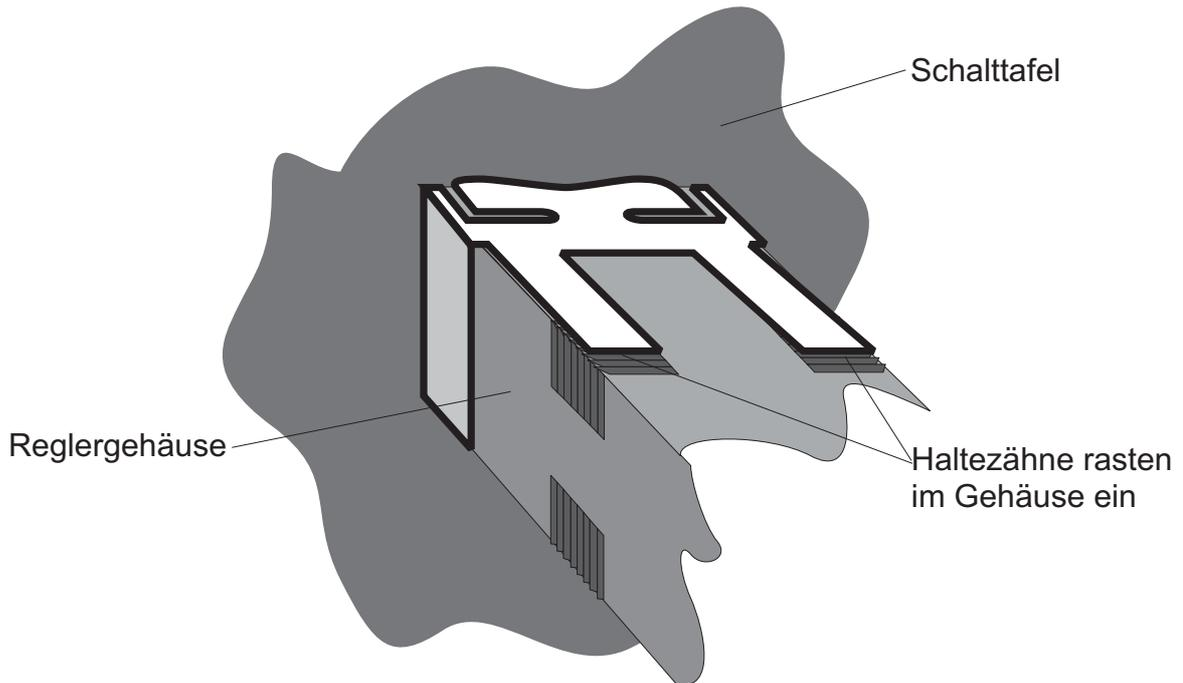

Abbildung 1-3 Schalttafeleinbau des Reglers
2. Schieben Sie den Halterahmen wie in Abbildung 1-3 gezeigt von der Rückseite über den Regler bis er die Rückseite der Schalttafel berührt. Haltezähne auf der Ober- und Unterseite des Halterahmens setzen sich im Halteraster der Geräte fest. Die Federn des Halterahmens müssen fest gegen die Rückseite der Schalttafel drücken.